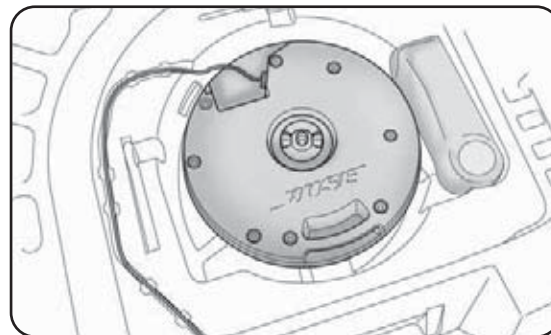

fig. 12
Subwoofer e "Kit Fix&Go Automatic" fig. 12
- prendi il "Kit Fix&Go Automatic" ubicato sul lato destro del bagagliaio (fig. 12);